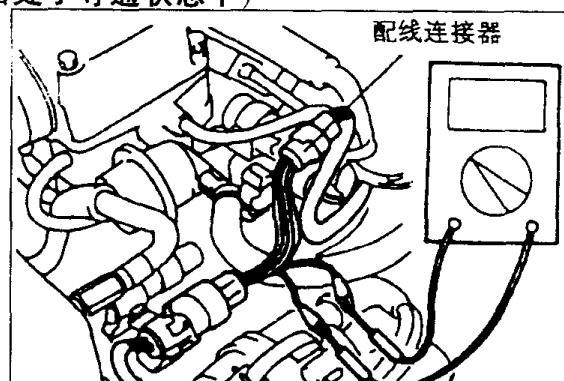

图 1-1-4
(1) 防水连接器。务必使用专用工具(配线连接器)，如图 1-1-4 所示。切勿将测试棒从配线侧插入，否则将会导致防水性能下降及漏油。